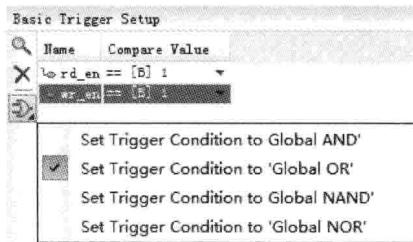
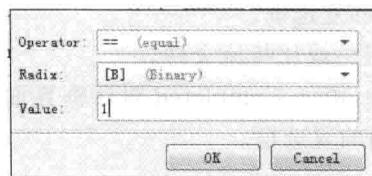

图 3.28 设置触发条件(1)
图 3.29 设置触发条件(2)
(21) 如图 3.28 所示,在 Basic Trigger Setup 窗口中,添加了两个触发信号。
(22) 如图 3.28 所示,分别单击 rd\_en 和 wr\_en 右侧的下拉框,出现图 3.29 所示的设置触发条件对话框界面。在该界面中将 Value 右侧的值改为 1。
(23) 如图 3.28 所示,在 Basic Trigger Setup 窗口内,单击 按钮,出现浮动菜单。在浮动菜单内,选择 Set Trigger Condition to ‘Global OR’。该选项表示当 rd\_en = ‘1’